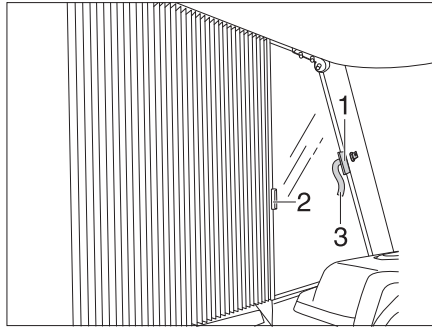

Bild 12 Säkra plisségardiner förar-/passagerarfönster
- Skjut plisségardinerna för förarfönstret och passagerarfönstret under skydden med hjälp av handtagen (Bild 12,2) och säkra med kardborrbanden (Bild 12,1 och Bild 12,3). Plisségardinen är säkrad.